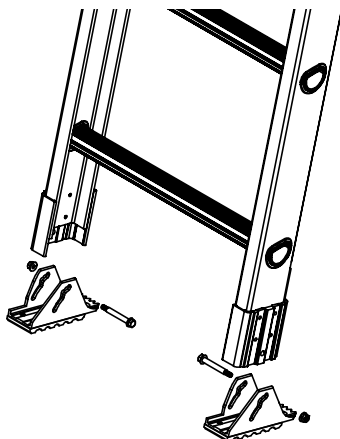

Fig. 1
5. Ôter les deux pieds de l'échelle. À l'aide de la douille et de la clé de 7/16 po (11 mm), ôter l'écrou et le boulon pour chaque pied, (Fig. 1)